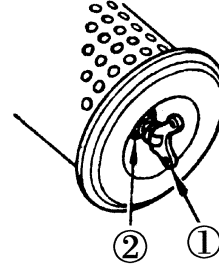

Figura 4-30
Desmonta la tuerca mariposa (1) y la mecha del filtro exterior (figura 4-28, 4-29), limpie interior del filtro del aire, limpie y revese el filtro exterior (la manera se ve en el anexo) el filtro exterior de arranque cada vez da un signo denominativo en el chip cuando está limpiando (figura 4-30),